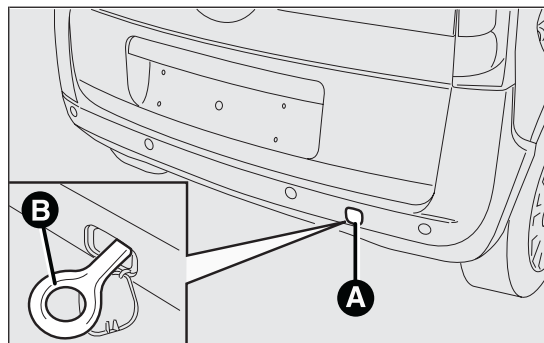
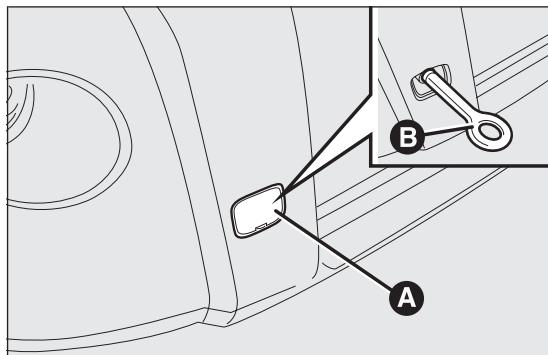

fig. 176
fig. 177
- desenganchar el tapón A fig. 176 fig. 177;
- extraer la argolla de remolque B fig. 176 fig. 177 de la bolsa de herramientas;